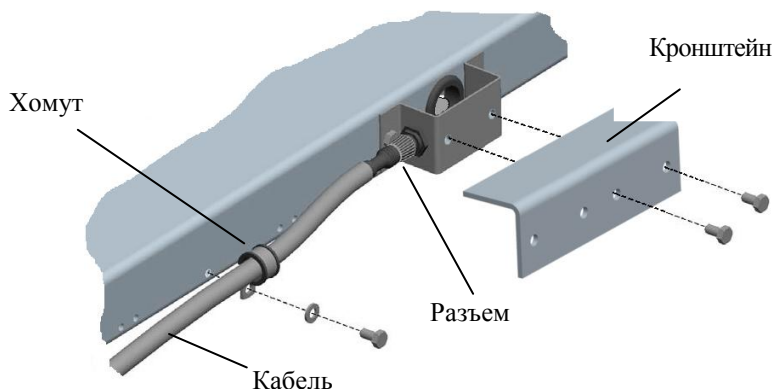

Рис. 4.1 - Подключение кабеля к модулю
4.2.1 Установить терминал в удобное для работы оператора положение. Терминалы могут устанавливаться на стойке, столе или стене (варианты крепления терминала А/4D приведены на Рис. 4.1).
4.2.3 Соединить терминал и модуль кабелем. Для защиты разъема модуля от случайных повреждений привинтить кабель к модулю хомутом и привинтить защитный кронштейн (Рис. 4.1).